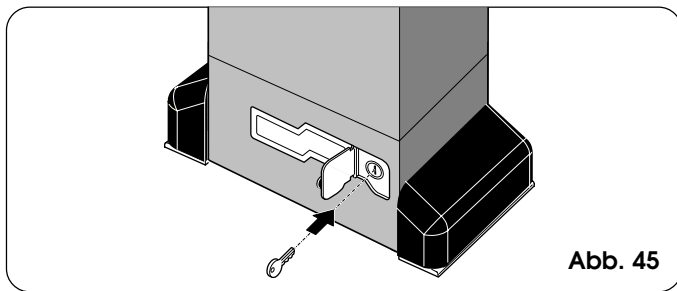

Abb. 45
- 1) Die Schutzklappe öffnen und den mitgelieferten Schlüssel in das Schloß stecken (Abb. 45).